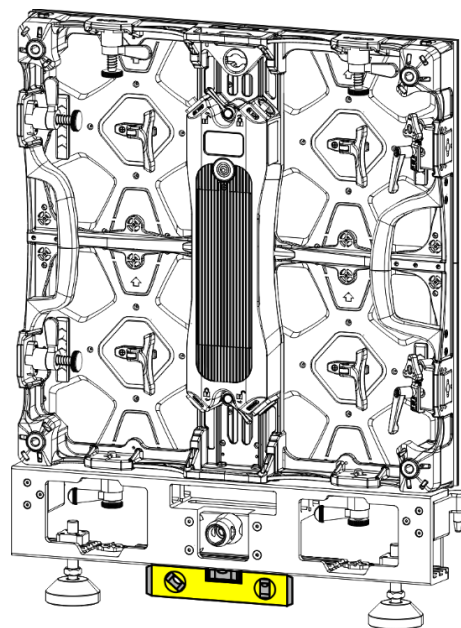
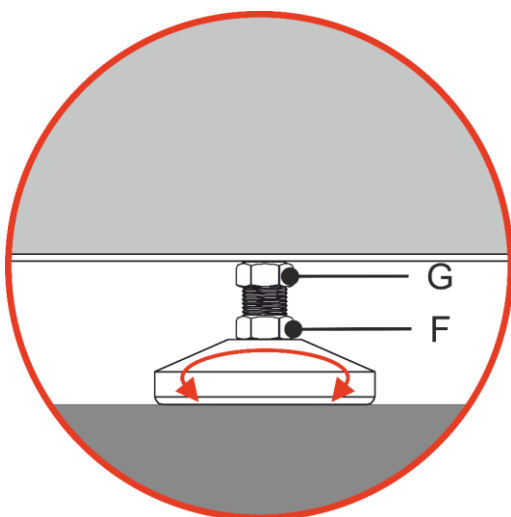

Fig. 47
Fig. 48
- 08) Asegúrese de que la pantalla LED está nivelada como se indica en la Fig. 47. Para nivelar su instalación véase la sección **4.8. Ajuste de la altura**, Fig. 48 y 49 de la página 22.
- 01) Gire el tornillo F de las **patas ajustables (02)** en sentido horario o antihorario para adaptar la longitud de las patas como se muestra en la Fig. 48.